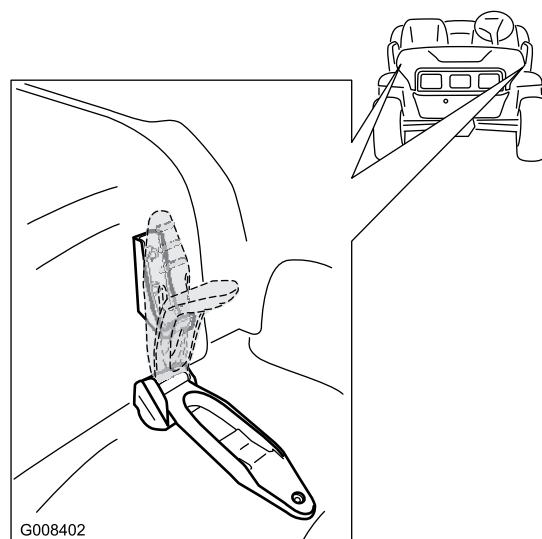

Figura 22
1. Eleve a pega dos trincos de borracha de cada lado do capot (Figura 22).
2. Segure no capot alinhando os trincos de borracha com as $\frac{1}{2}$ ncoras do trinco em cada lado do capot (Figura 22).